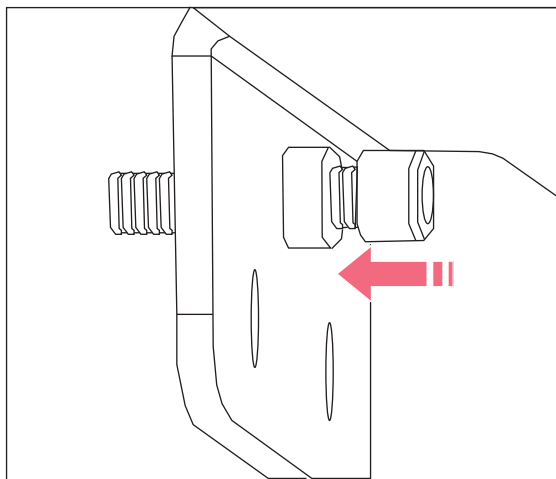

Fig. 1-2: Vite
2. Inserire la vite come indicato (vedi Fig. 1-2 a pag. 5).